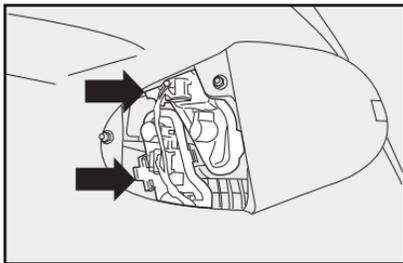

fig. 39
2) presione las aletas de fijación de los portalámparas hacia el lado interno **flechas-fig. 39** y retírelos de sus alojamientos;